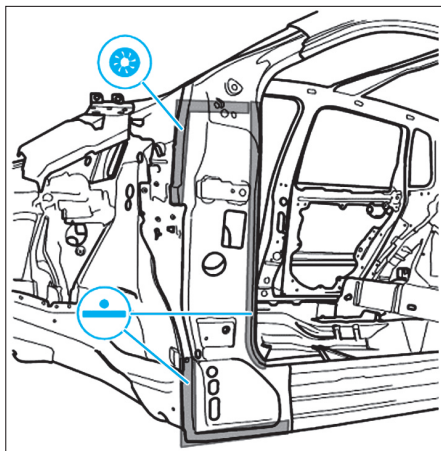

FIG. 47
- Souder le renfort comme illustré (Fig.47).